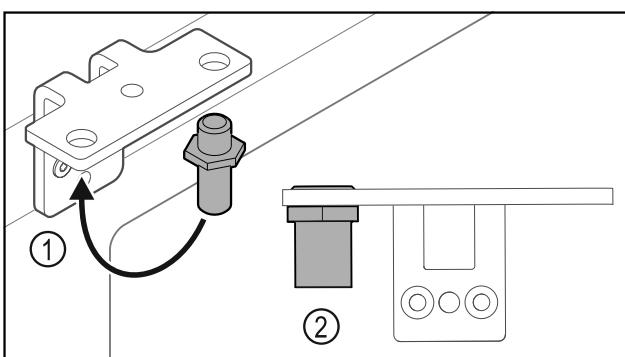

Fig. 31
- ▶ Перемістити палець Fig. 31 (1) у шарнірному кутику.
- ▶ Затягнути палець Fig. 31 (2) з **обертальним моментом 12 Нм.**